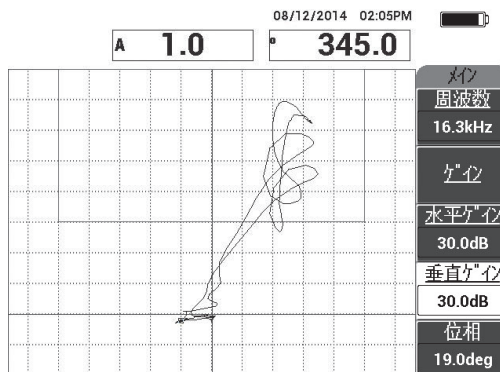

図 6-68 欠陥に対する 2 回目のスキャン
4. 欠陥のない位置にプローブチップを配置して、校正 / バランスキー (CAL) をもう一度押します。次に、欠陥の上をゆっくりとスキャンします。検出が成功していることを確認して、必要に応じて**ゲイン**、**水平ゲイン**、または**垂直ゲイン**を調整します (183 ページの図 6-68 参照)。